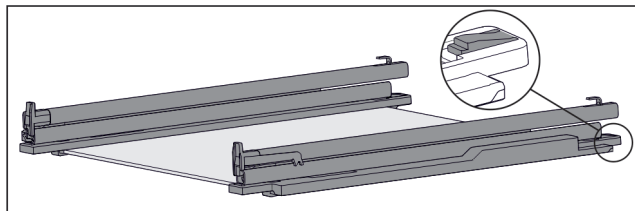

Fig. 133 Pllaka e xhamit me shinat dhe pjesët mbajtëse
- ▶ Shtypni për poshtë pjesën mbajtëse në pjesën prapa (shihni Fig. 133) dhe në të njëjtën kohë shtyni shinën për nga pas.